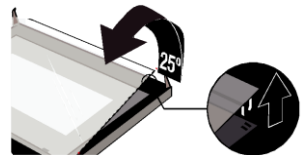

Figura 4
4. Separati cu grija geamul, ridicand la un unghi de aproximativ 25°. (Figura 4)